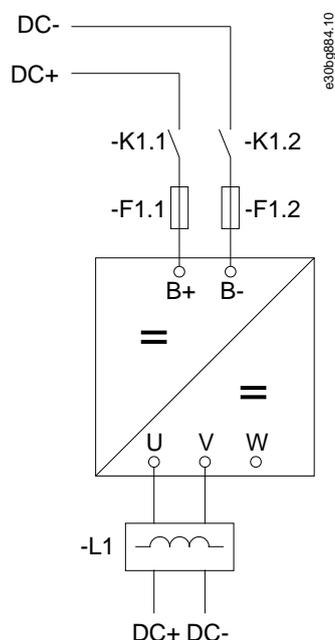

図 21: 筐体サイズ FR4~FI10 の基本配線図
- ・ NXP0003~NXP0520、筐体サイズ FR4~FI10 は、図 21 をご参照ください。
- ・ NXP0004~NXP0416、筐体サイズ FR4~FI10 は、図 21 をご参照ください。